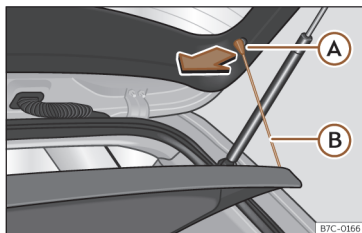

Fig. 111 Na bagageira: desmontar e montar a chapeleira.
- Desengate os tirantes de fixação »» **Fig. 111** (B) dos alojamentos (A).
- Engate os tirantes de fixação»» **Fig. 111** (B) na porta da bagageira.